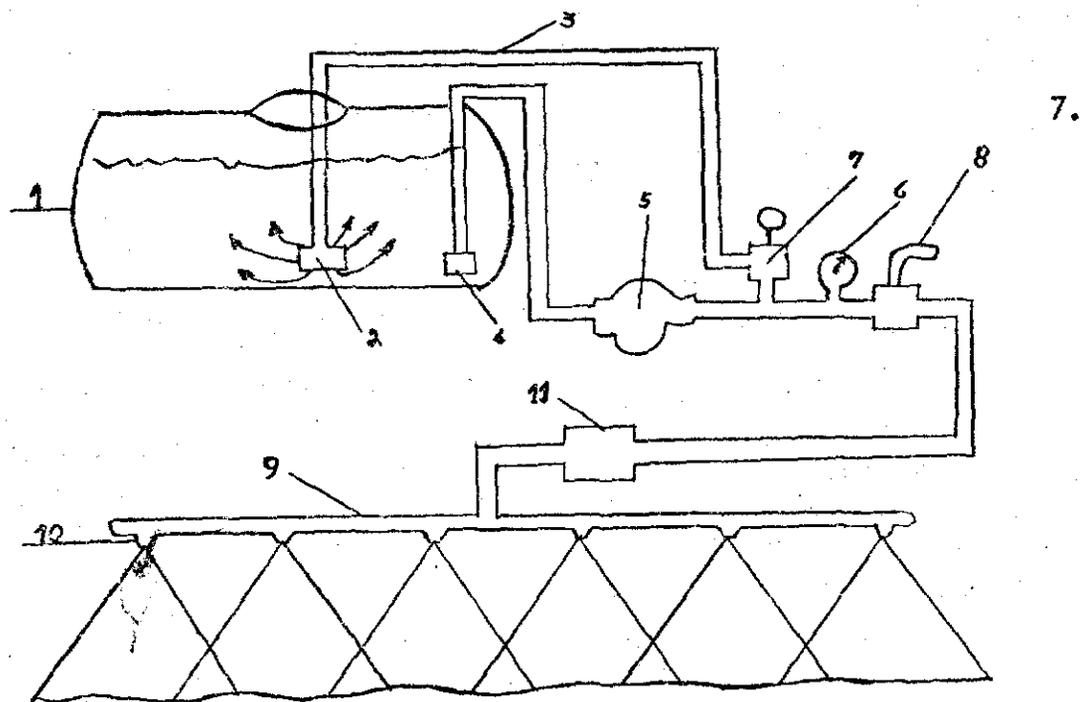

FIGURA 1. Los componentes de la aspersora de tractor.
11. Filtro de tubería (Véase Figura 1)